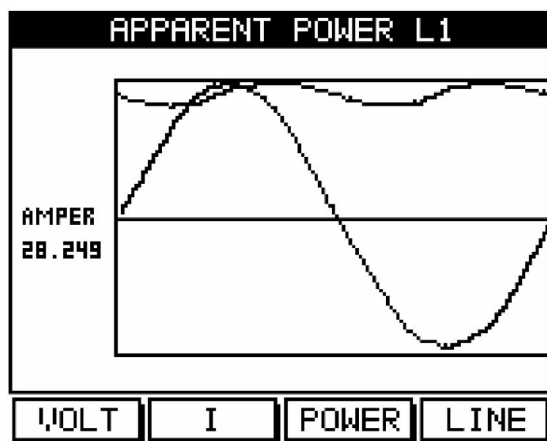

Рис. 5.16
1. Нажмите **Power** («F3») еще раз. На дисплее будет выведен график полной мощности (рис. 5.16):